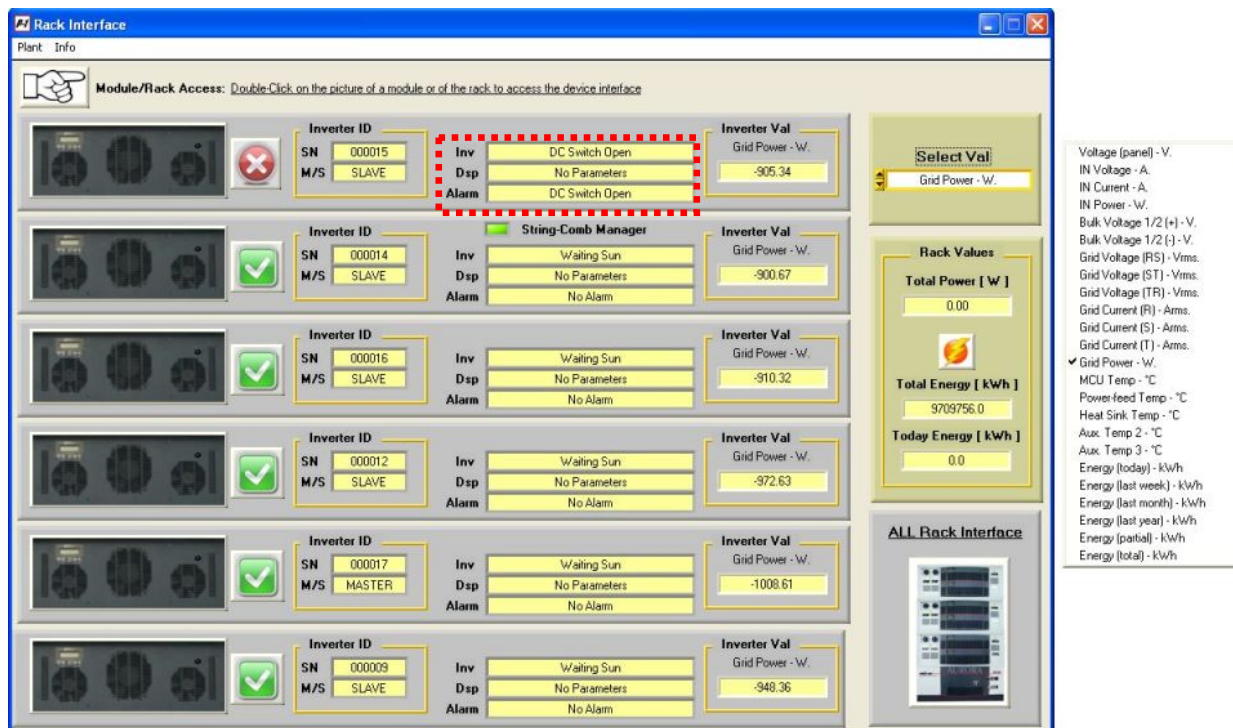

Figura 18-8 : Rack Interface – Gestione del Rack
- **Plant value:** Si visualizzano alcune informazioni del sistema: potenza istantanea prodotta (W), energia giornaliera ed energia totale prodotta (kWh).
- ➡ Facendo doppio click sull'immagine dell'inverter si accede al menu di gestione del rack (Figura 18-8) in cui è possibile controllare e identificare un eventuale allarme, ed accedere successivamente al singolo modulo.
La Figura 18-8 mostra anche il contenuto della lista con le seguenti grandezze osservabili:
- ➡ Cliccando due volte sull'immagine del rack si ritorna al menù di interfaccia di quest'ultimo (Figura 18-8).